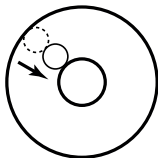

Рис. 7
- Юстировка производится следующим образом: вращайте подъемные винты до тех пор, пока пузырек наполовину не приблизится к центру круглого уровня (рис.7).